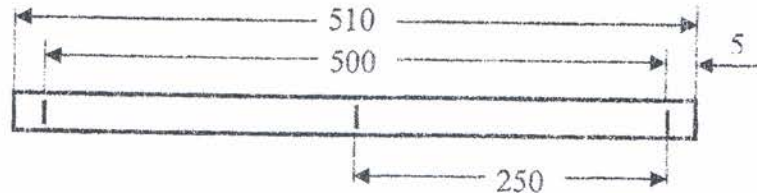

Figure 3 : marquage des repères.
2. avant l'essai, il faut marquer au crayon les distances 500 mm et 250 mm conformément à la figure 3.